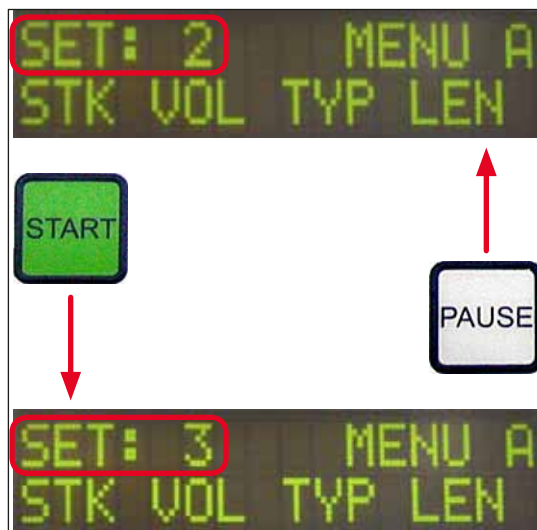

Abb. 39
① Auf dem Gerät können insgesamt vier Programme (SET 1 bis SET 4) mit verschiedenen Parametereinstellungen gespeichert werden.
- Drücken der Taste **PAUSE** ruft das nächstniedrigere Programm auf (→ Abb. 39).